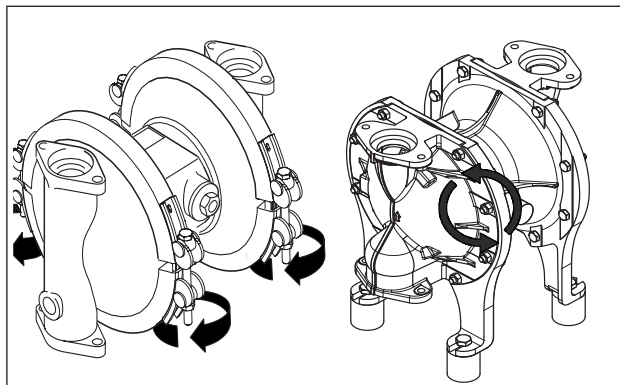

Fig. 9 Ouverture des colliers de serrage ou desserrage des vis (sur les modèles vissés)
- Défaire les colliers de serrage (si nécessaire, lubrifier à l'huile pour éviter le grippage des vis et écrous en acier inox) (Fig. 9). Sur les versions en acier inox poli (DL, DH), desserrer les vis du raccord laiterie.